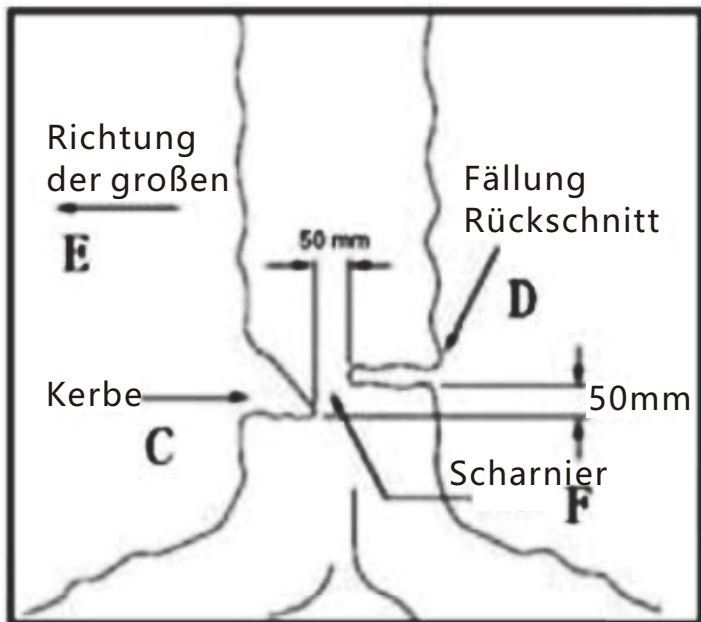

Abb.2B
WARNUNG: Gehen Sie niemals vor einem Baum, der eingekerbt wurde. Führen Sie den Fällschnitt (D) von der anderen Seite des Baumes und 3-5 cm über der Kante der Kerbe (C) aus (Abb. 2B)